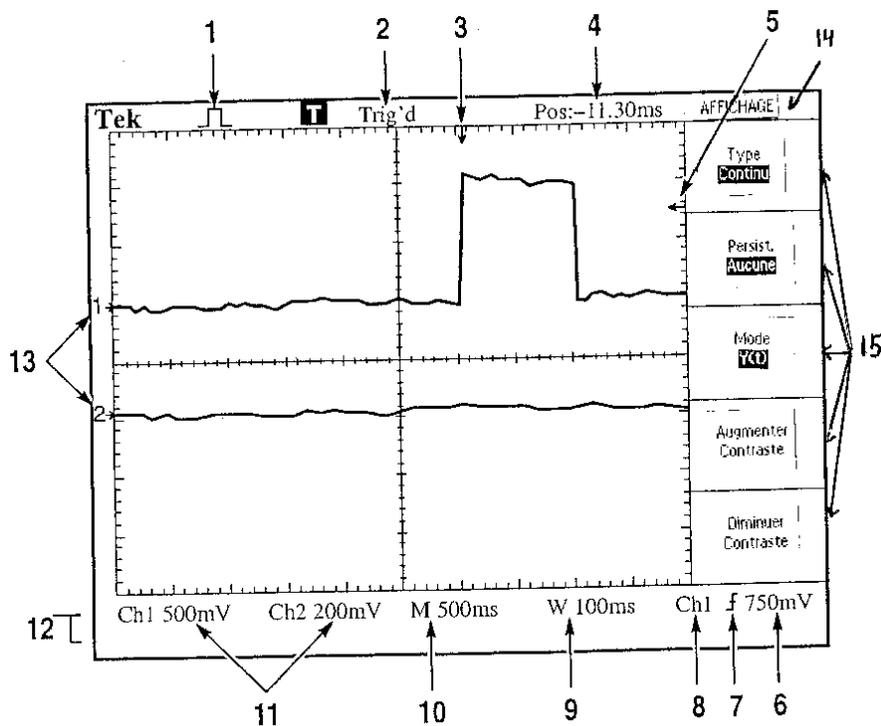

FIG. 5 – Ecran de l'oscilloscope
L'écran n'affiche pas seulement les signaux; il fournit également de nombreux détails à leur sujet ainsi que sur les paramètres de contrôle de l'instrument (voir Fig.5).
1. Jouer avec le changement d'échelle vertical **VOLTS/DIV**. Observer le changement d'échelle (cf. 11. Fig. 5). Estimer la tension de la pile.
2. Faire usage des curseurs en appuyant sur **CURSOR**. Sélectionner la source **CH1** (cf. 15 Fig. 5), comme type de curseur : "tension". Faire varier les curseurs 1 et 2 (**POSITION CURSOR 1 & 2**), observer les valeurs des positions des deux curseurs et de leur différence (dans 15 Fig. 5). Estimer la tension de la pile.